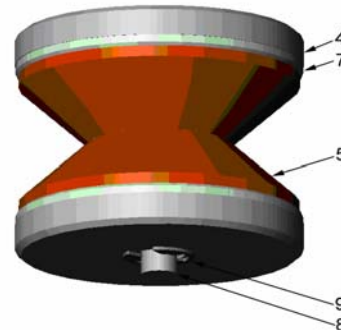

Figure 4
1.8 Fixez l'unité en installant un e-clip (élément n° 9) sur l'extrémité de la cartouche de la charge relais (voir Figure 4). Serrez à fond au niveau de l'e-clip.